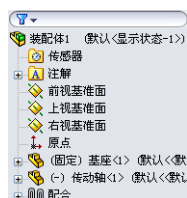

图 11-6 固定和浮动显示
(1) 第一个插入的零件在装配图中，默认的状态是固定的，即不能移动和旋转的，在“FeatureManager 设计树”中的显示为(固定)。如果不是第一个零件，则是浮动的，在“FeatureManager 设计树”中显示为(-)，如图 11-6 所示。